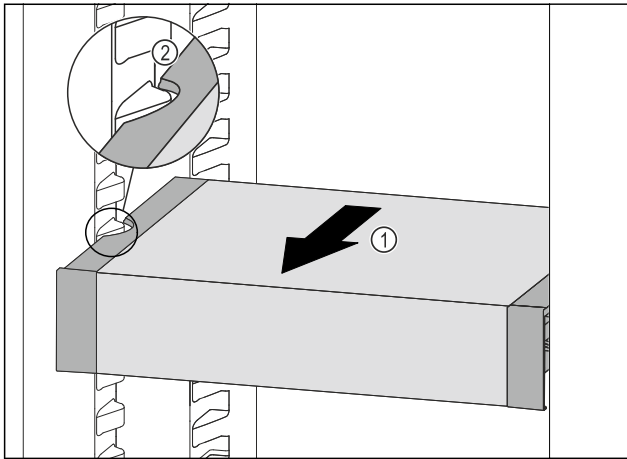

Fig. 96
- ▶ VarioSafe nach vorne ziehen Fig. 96 (1), bis sich die seitlichen Aussparungen des VarioSafes auf Höhe der Behälterrippe im Kühlteil befinden. Fig. 96 (2)